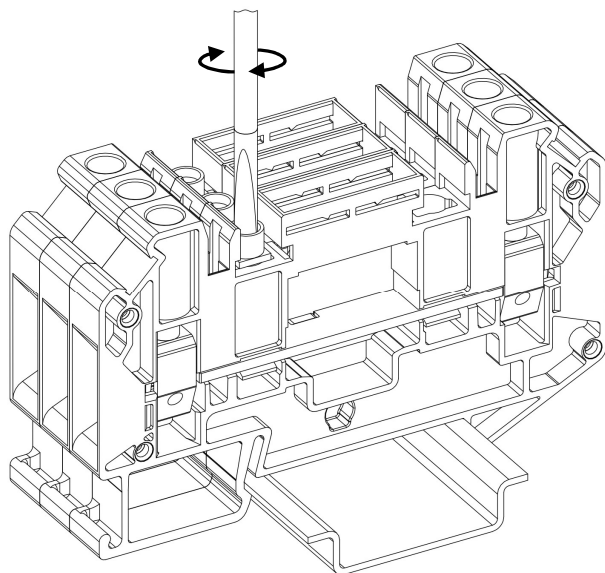
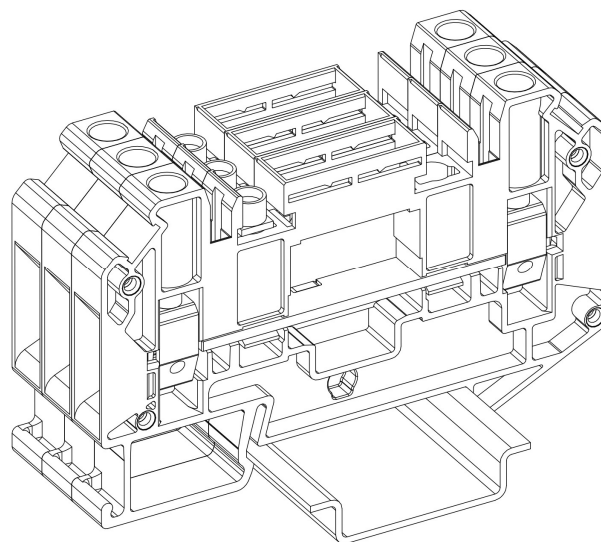

Рисунок 51 – фиксация винтовой перемычки
Рисунок 52 – установленная и зафиксированная винтовая перемычка
- Вставьте плоскую отвертку в круглое отверстие перемычки (размер шлица зависит от типа винтовой перемычки) и, закручивая винт отверткой по часовой стрелке, затяните каждый винт перемычки до момента фиксации (рис. 51; рис. 52).